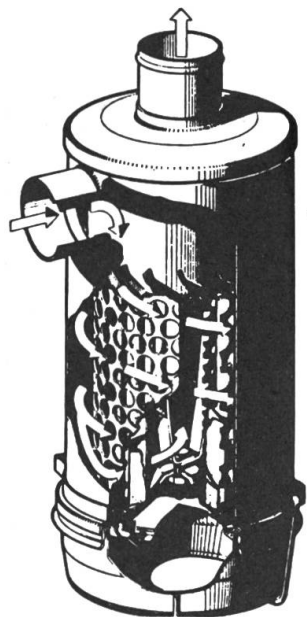

Abb. 3: Querschnitt durch einen Trockenfilter.
**Trockenluftfilter (Abb. 3)** haben eine sehr hohe Reinigungswirkung, weisen jedoch für den Einsatz in der Landwirtschaft gewisse Gefahren auf: